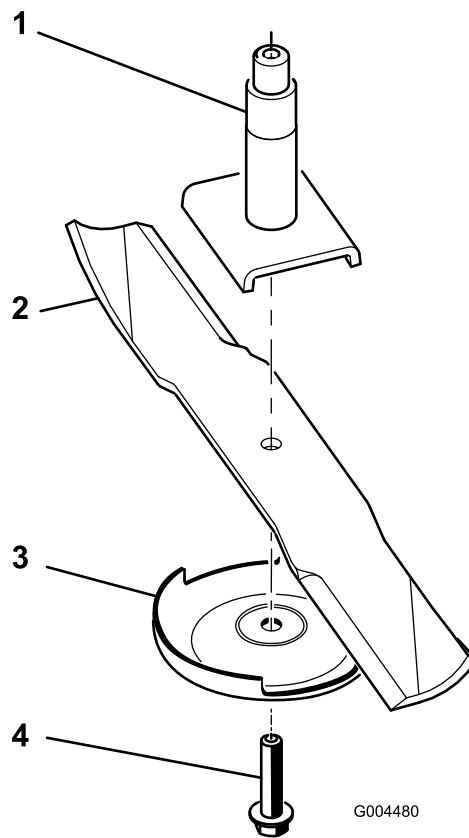

図 71
**注** ブレードが水平に停止すればバランスがとれているからそのまま使用してよい。もし傾くようなら、重い方の裏面を少し削って調整する 図 71。バランスがとれるまで調整する。
1. スピンドルシャフトにブレードを取り付ける(図 71)。
2. 芝削り防止プレートとブレードボルトを取り付ける 図 71。